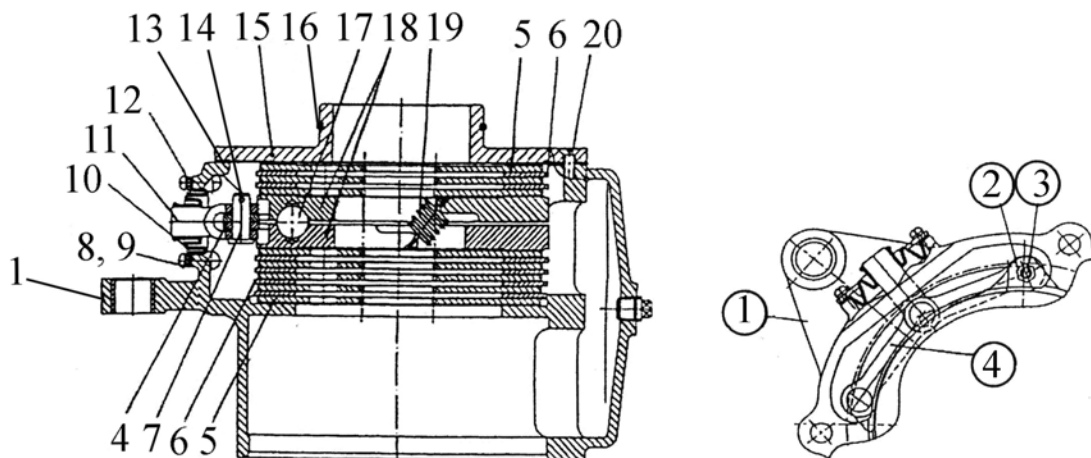
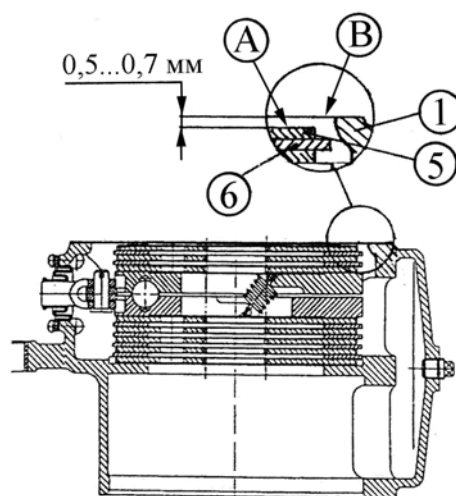

Рисунок 4.147
Рисунок 4.148
- н) проведите разборку тормоза (рисунок 4.147), выполнив следующие операции:
1) перед установкой крышки стакана 15 (рисунок 4.147) проверьте утопание верхней поверхности «А» (рисунок 4.148) тормозного диска 5 относительно поверхности «В» корпуса 1, которое должно быть в пределах 0,50...0,70 мм;